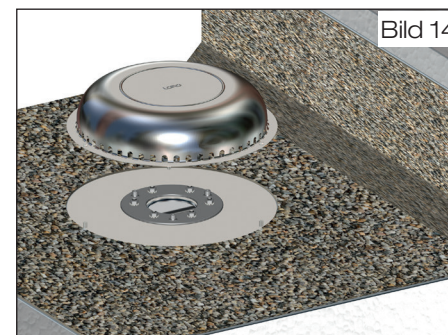

Bild 14
2.6 Saughaubenscheibe mit beiliegenden Befestigungsschrauben und U-Scheiben mit Bodenplatte verschrauben (Bild 14 bzw 14A). Beiliegende Schrauben mit Steck- oder Ringschlüssel SW 10 anziehen. Befestigung handfest bis max. 5 Nm.